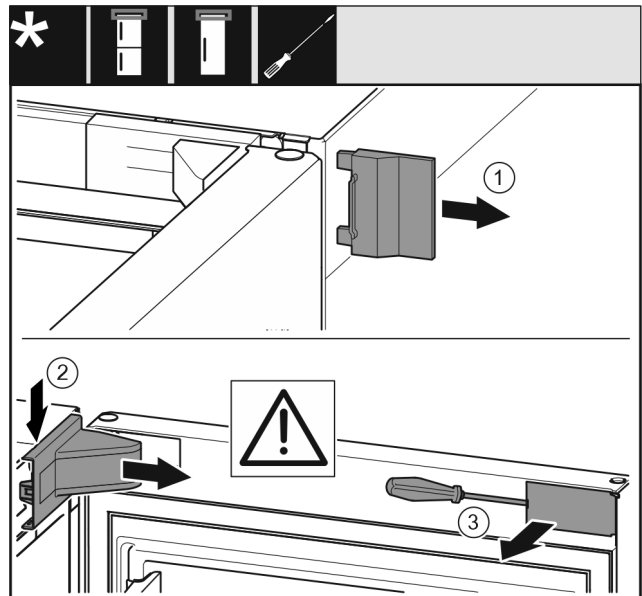

Fig. 6
- Снимите внешнюю крышку. Fig. 6 (1)
- Освободите и отсоедините крышку опорного кронштейна. Снимите крышку опорного кронштейна. Fig. 6 (2)
- При помощи шлицевой отвертки освободите накладку и отведите в сторону. Fig. 6 (3)